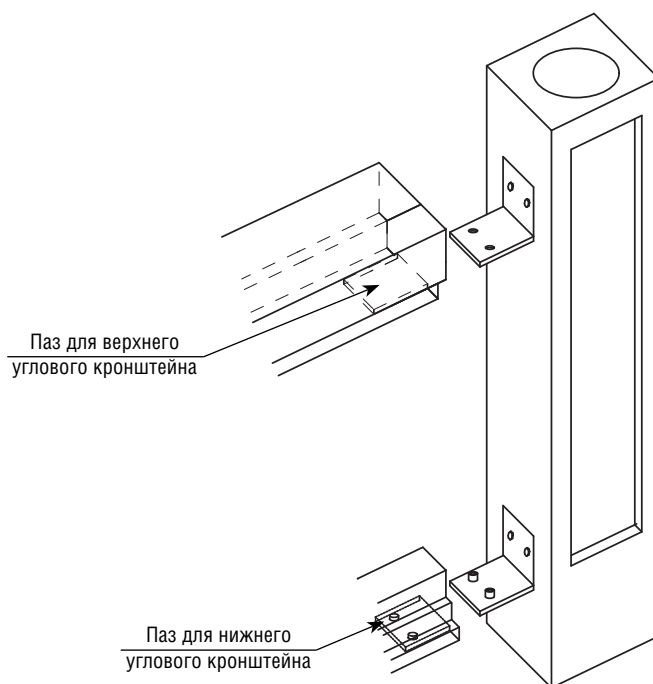

Рис. 2-2
**2.3** На концах поручней и оснований, на их нижней части, выполните пазы под размер кронштейнов, для крепления заподлицо (*рис. 2-2*). Установите поручни и основания на угловые кронштейны. Отметьте местоположения отверстий для саморезов на верхнем поручне, и местоположение отверстий для болтов-шпилек на нижнем основании.